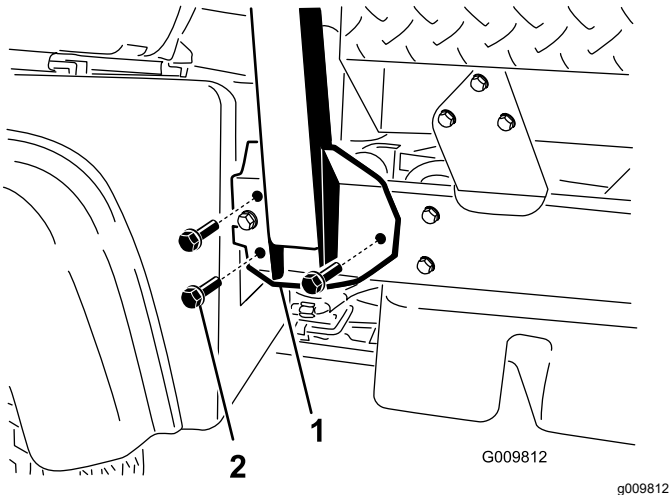

Bild 4
1. Fluchten Sie jede Seite des Überrollschutzes mit den Befestigungslöchern an jeder Seite des Fahrzeug aus, wie in Bild 4 abgebildet.